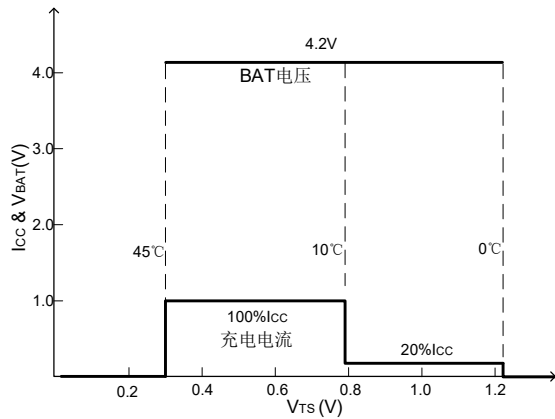

图 6-1 特殊分段 NTC 功能
①**标准NTC功能**：由电池内的NTC热敏电阻和电阻分压网络采样的电压来监控电池温度。SY6102将TS管脚的电压同芯片内部的两个阈值VLOW和VHIGH相比较，以确认电池的温度是否超出正常范围。在SY6102内部，VLOW被固定在45%*VIN，VHIGH被固定在80%*VIN。如果TS管脚的电压VTS < VLOW或VTS > VHIGH，则表示电池的温度太高或者太低，充电过程将被暂停；如果TS管脚的电压VTS在VLOW和VHIGH之间，充电周期则继续。如果NTC直接接GND (NTC电压低于输入电压5%)，温度检测功能将被屏蔽。若不使用NTC功能，NTC引脚必须接到GND。
②**特殊分段NTC功能**：设计规范如图6-1所示，IC内部有3个温度阈值：0℃，10℃，45℃。TS特性是使用IC内部50uA的电流对热敏电阻偏置电压，并与内部温度阈值比较。检测到电池温度在10℃到45℃之间，充电器正常工作；在0℃到10℃之间，充电电流减为20%*Icc。在检测到温度低于0℃或者高于45℃时，充电器将被禁止充电。因此对于需要NTC保护的应用，NTC电阻必须选用10k且β=3370，若不需要NTC保护功能，需将TS外接固定10k电阻到地。